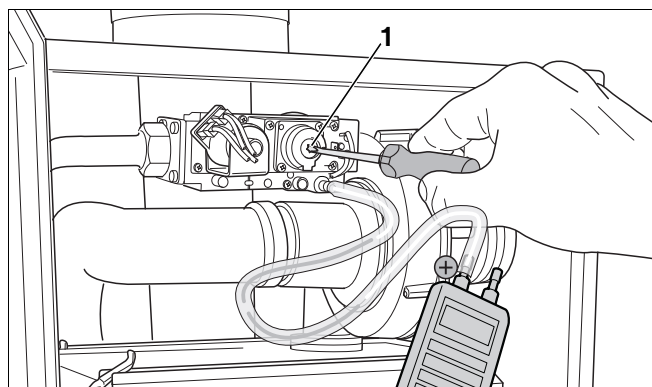

Fig. 84 Reglați raportul gaz/aer
- În cazul unei devieri reglați raportul gaz/aer cu șurubul de setare (Torx 40 H) (fig. 84, poz. 1). Șurubul de setare se află în spatele șurubului de protecție (Torx 40 H).